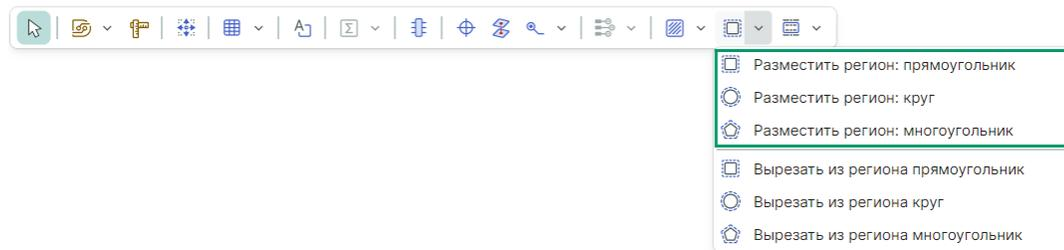

Рис. 181 Вызов инструмента «Разместить регион» из встроенной панели редактора
1. Выберите инструмент «Разместить регион», выберите форму региона, см. Рис. 181.